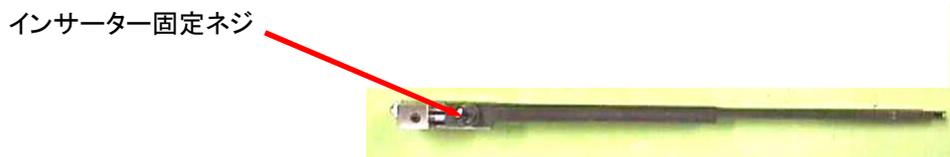

Fig 7-1-2
- ② インサーター固定ネジを外して下さい。〔Fig 7-1-2〕